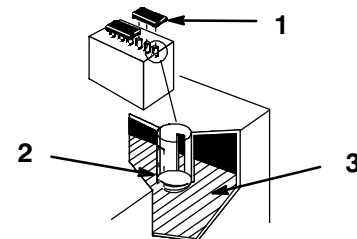

Bild 40
2. Öffnen Sie die Zellendeckel bei abgestelltem Motor und schauen in die Zellen. Der Füllstand muss sich beim unteren Teil des Röhrchens befinden (Bild 40). Der Säurestand darf nicht unter die Oberseite der Platten abfallen (Bild 40).
2. Schrauben Sie die Zellendeckel ab (Bild 40).
3. Gießen Sie langsam Batteriesäure in jede Batteriezelle, bis der Säurestand den unteren Teil des Röhrchens erreicht (Bild 40).